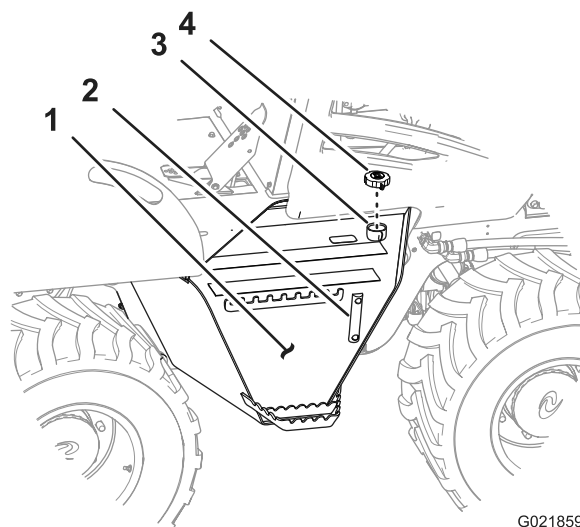

Figure 92
3. Enlevez le bouchon de remplissage/reniflard par le tube de remplissage (Figure 92).